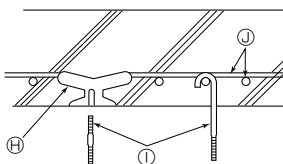
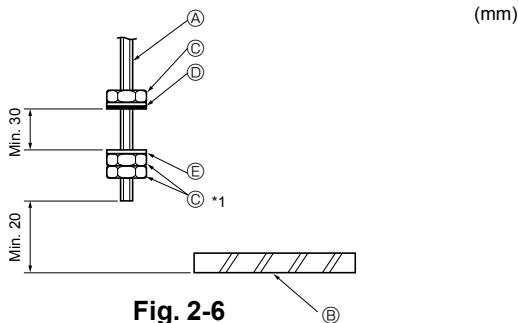

Fig. 2-5
Fig. 2-6
- ② Structures en béton armé (Fig. 2-5)
- ① Panneau du plafond
- ② Boulons de suspension M10 (3/8") (non fournis)
- ③ Poutre
- ④ Tige de renfort en acier
- ⑤ Poutre du toit
- ⑥ C canal
- ⑦ Utiliser des chevilles prévues pour 100 à 150 kg chacune (non fournies).
- ⑧ Support de suspension des canaux
- ⑨ Boulon de suspension M10
2.4. Méthodes de suspension de l'appareil (Fig. 2-6)